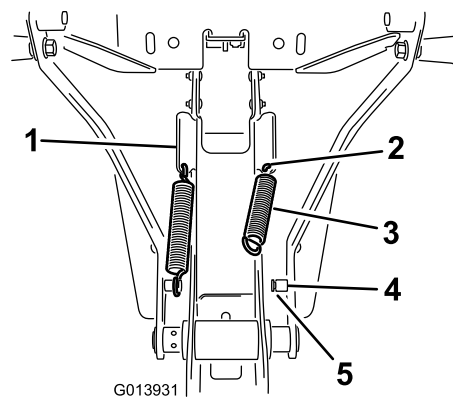

Figura 8
2. Enganche el extremo de un muelle en el taladro de la pestaña inclinada y enganche el otro extremo en el anclaje del muelle (Figura 8).
3. Asegúrese de que el extremo del muelle queda correctamente asentado en la ranura de la clavija (Figura 8).
1. Instale el muelle en el taladro del extremo inferior de la pestaña inclinada del lateral del bastidor (Figura 8).